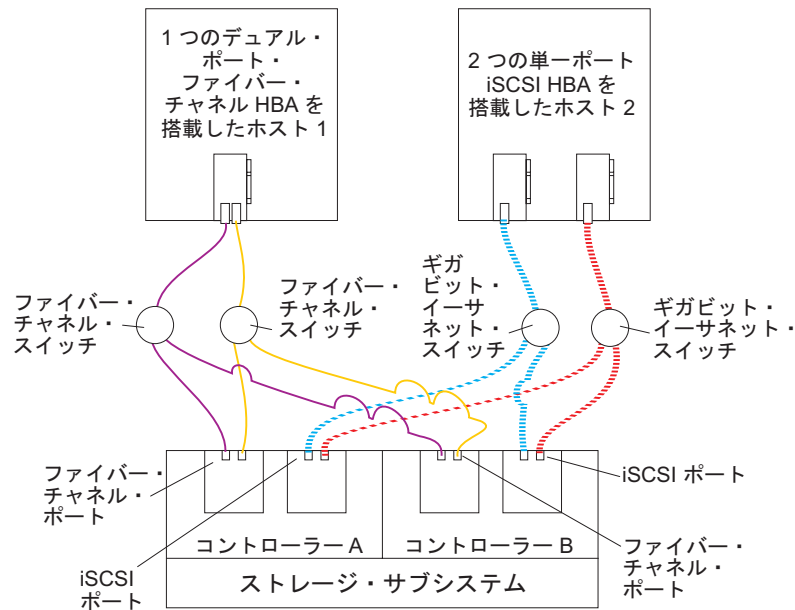

図 64. 複数ホスト、複数ポート、複数スイッチ構成の例
- 複数ホスト、複数ポート、複数スイッチ構成 (101 ページの図 64)
101 ページの図 64 に、複数ホスト、複数ポート、複数スイッチ構成の例を示します。